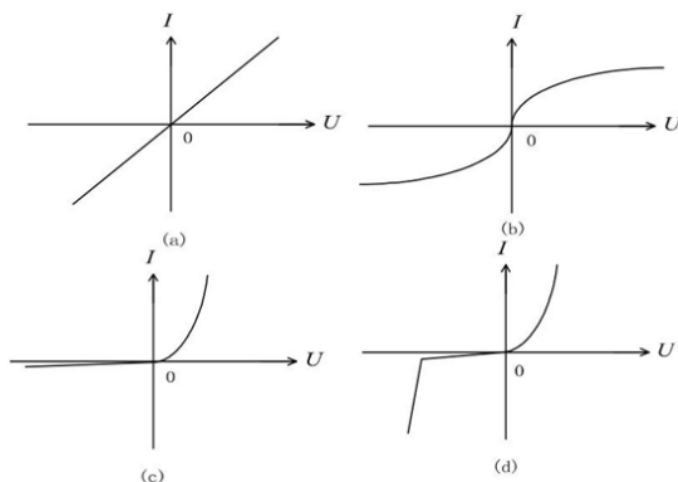

图 2-1 几种常见元件的伏安特性曲线
- [1] 线性电阻元件，其伏安特性表现为经过坐标原点的直线（图 2-1 (a)），严格遵循欧姆定律 $U=IR$. 直线的斜率由阻值 R 唯一确定，该阻值为不随工作电压和电流变化的恒定参数. 典型应用包括各类标准电阻器及理想导线等.
[2] 非线性电阻元件，其伏安特性呈现为过原点的曲线（图 2-1 (b)-(d)），
[1] 线性电阻: 金属膜电阻、碳膜电阻; 曲线为过原点的直线 (图 2-1(a)).
二极管 (如 1N4007): 正向特性呈指数曲线, 反向特性为近似垂直线 (图 2-1(b));